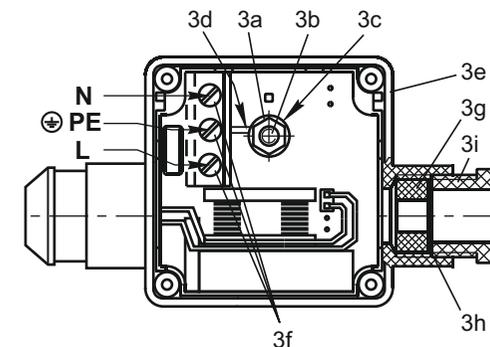

Рис. 4
- выкрутить кнопку ручного взвода из левого патрубка клеммной коробки (см. рис. 4);
4.3.3 На лицевой поверхности клеммной коробки открутите четыре винта крепления крышки. Снимите крышку клеммной коробки вместе с резиновым уплотнением. Клеммная коробка со снятой крышкой показана на рис. 4.